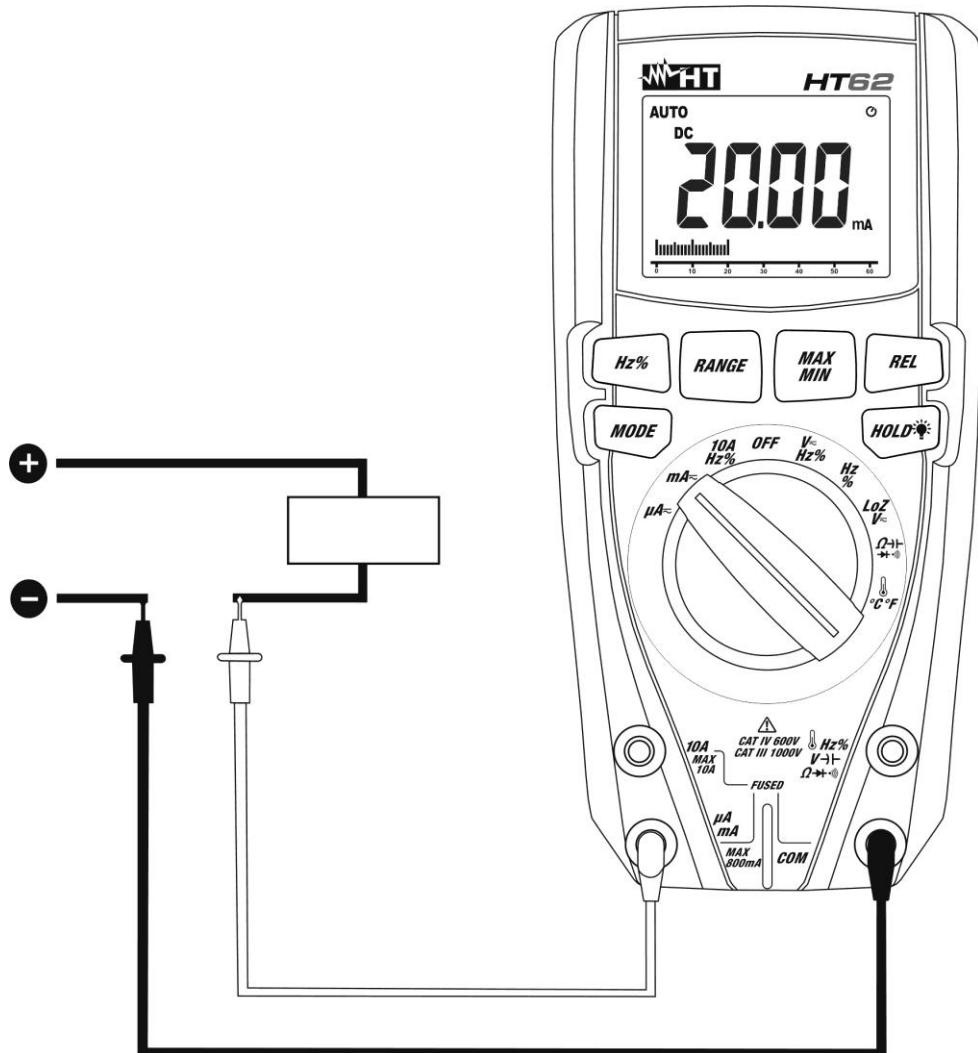

Fig. 10: Uso dello strumento per misura di Corrente DC
4. Collegare il puntale rosso ed il puntale nero in serie al circuito di cui si vuole misurare la corrente rispettando la polarità ed il verso della corrente (vedere Fig. 10).
7. La visualizzazione del simbolo "**-**" sul display dello strumento indica che la corrente ha verso opposto rispetto alla connessione di Fig. 10.